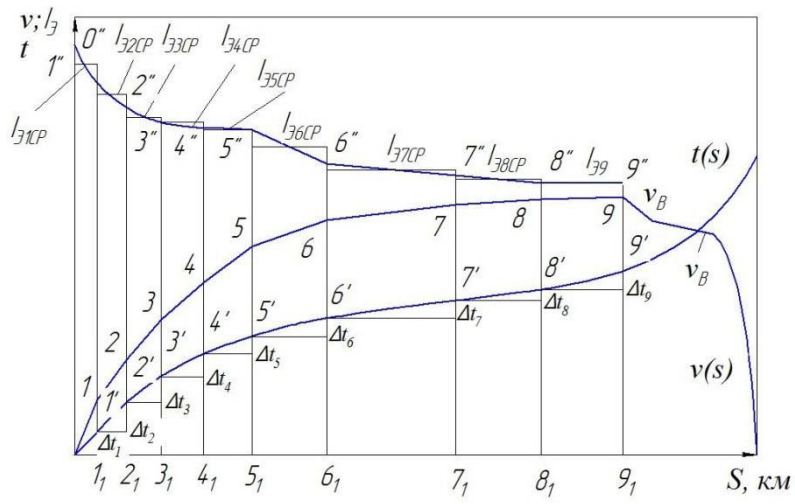

Рис. 1. Определение средних токов и времени для расчета расхода электроэнергии
1. Определить расход электрической энергии на тягу поезда на основании кривых  $I_3(s)$  и  $t(s)$  (см. рисунок 1) при напряжении на токоприемнике 3000 В.